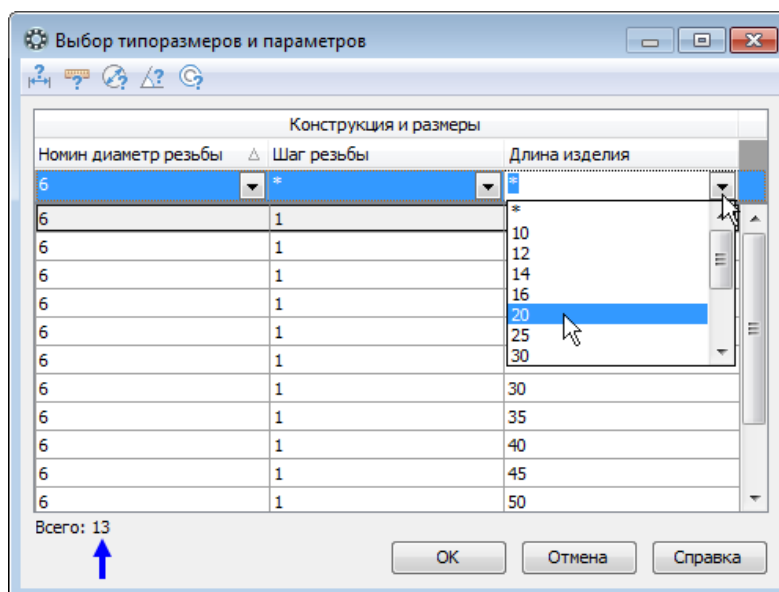

Рисунок 25.
- Затем раскройте список Длина изделия и укажите значение 20 мм (рис. 25).